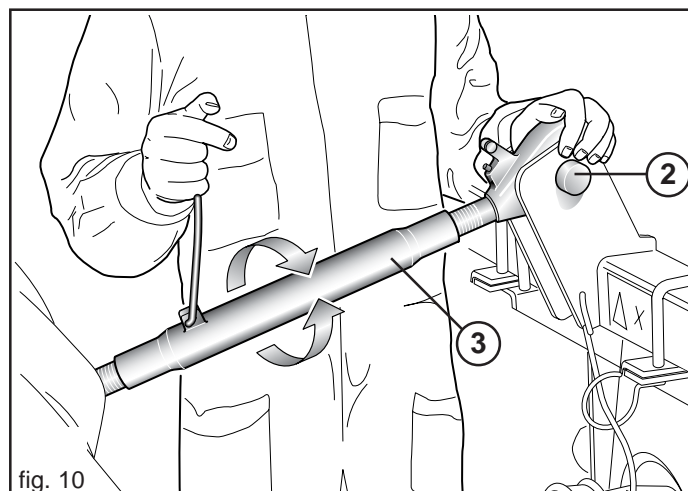
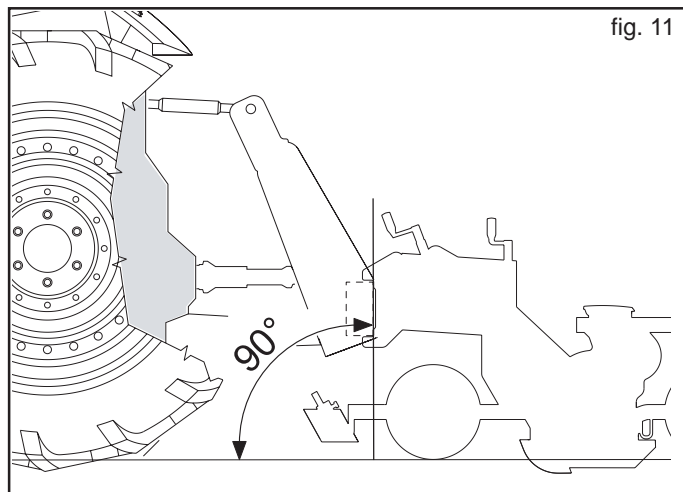

fig. 10
fig. 11
- 2) Relier le troisième point supérieur (2 Fig. 10); bloquer la cheville par la goupille "ad hoc".
Positionner le semoir perpendiculairement au sol (Fig. 11) par l'entretoise de réglage (1 Fig. 10).